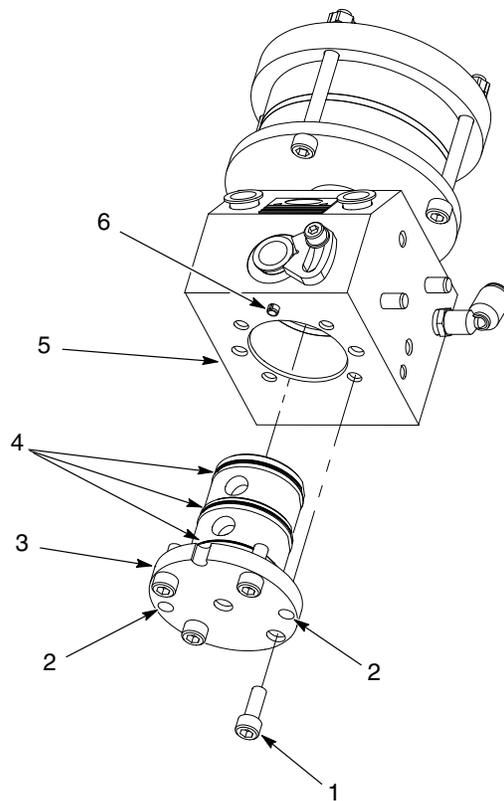

Figura 7 Sustitución del cartucho de empaque del regulador CP II
1. Ver la figura 7. Retirar los tornillos (1) que fijan el cartucho de empaque del regulador CP II (3) al cuerpo (5).
2. Instalar dos tornillos (1) en los orificios de elevación (2). Apretar los tornillos para extraer el cartucho de empaque del regulador CP II del cuerpo (5).
3. Limpiar el interior del cuerpo (5) con un disolvente compatible o un paño.
4. Lubricar las juntas tóricas (4) en el cartucho nuevo de empaque del regulador CP II (3) con lubricante para juntas tóricas.
5. Asegurarse de que la ranura en la base del cartucho de empaquetadura del regulador CP II (3) esté alineada con la espiga (6) en el cuerpo (5). Fijar el cartucho de empaque del regulador CP II (3) en el cuerpo utilizando los tornillos (1). Apretar los tornillos a 90 pulg.-lb (10 N•m).